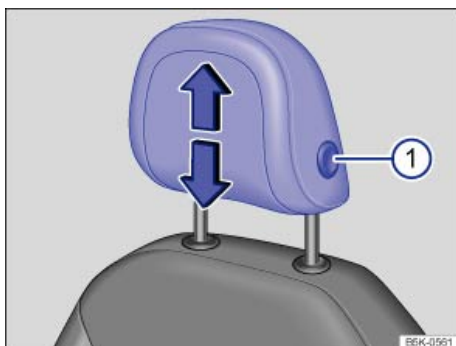

Fig. 82 Ajuste de los apoyacabezas delanteros.
- Desplace el apoyacabezas en el sentido de una de las flechas: o bien hacia arriba, o bien hacia abajo a la vez que presiona la tecla ⇒ fig. 82 ① .